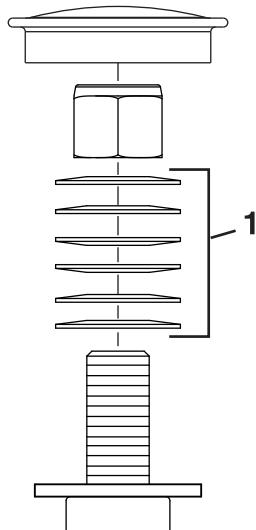

Рисунок 54
3. Снимите пылезащитную крышку с поворотного колеса и затяните контргайку (Рисунок 54).
4. Затягивайте контргайку до тех пор, пока пружинные шайбы не станут плоскими, и затем отверните на 1/4 оборота, чтобы правильно установить предварительную нагрузку на подшипниках (Рисунок 54).
Внимание: Убедитесь, что пружинные шайбы установлены правильно, как показано на Рисунок 54.
5. Установите пылезащитную крышку (Рисунок 54).